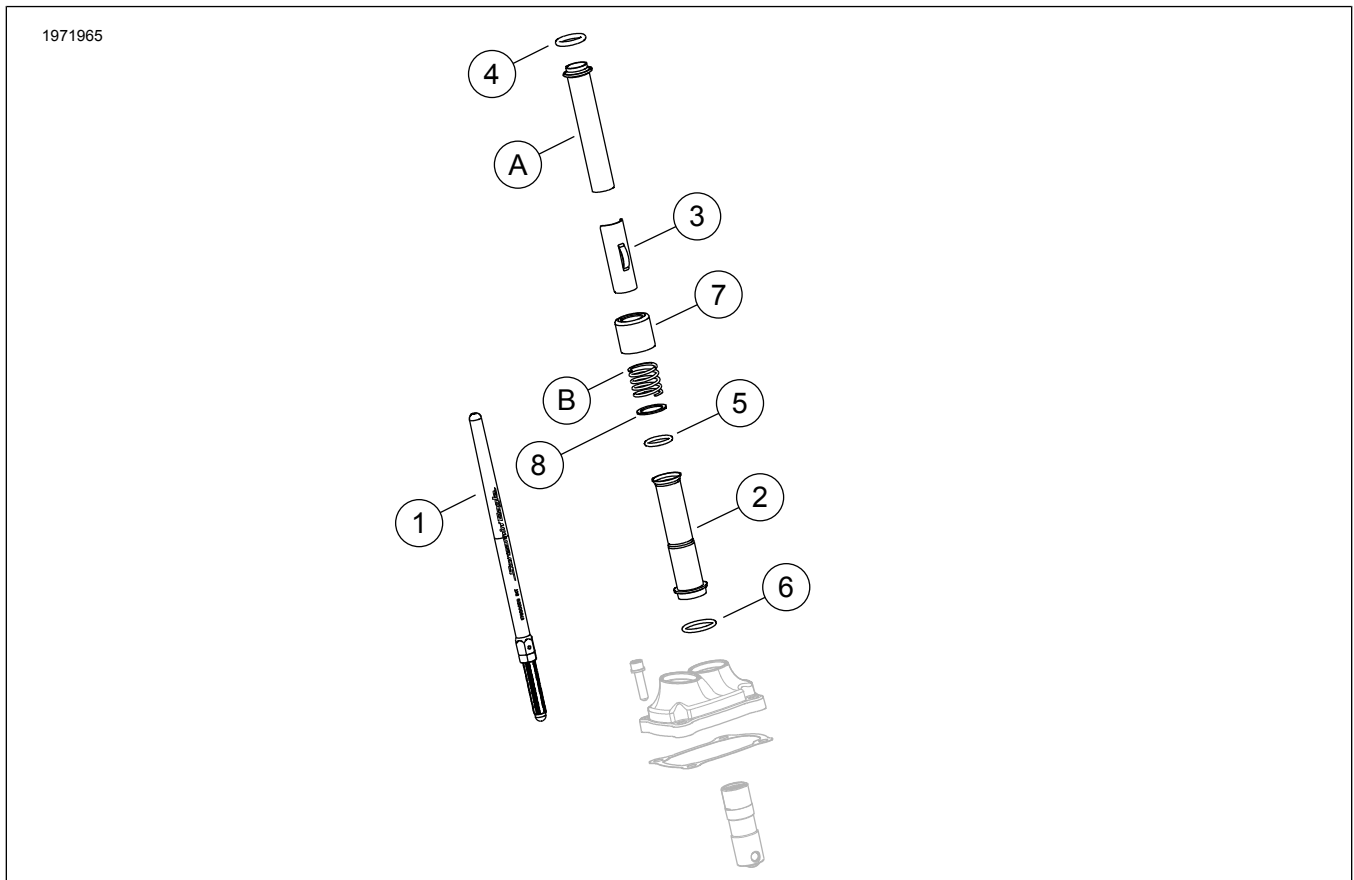

Figura 1. Conteúdo do kit: Kit Screamin' Eagle Milwaukee-eight Stage 2
1. Veja a figura 1. Instale a bomba de óleo. Veja o Manual de serviço.